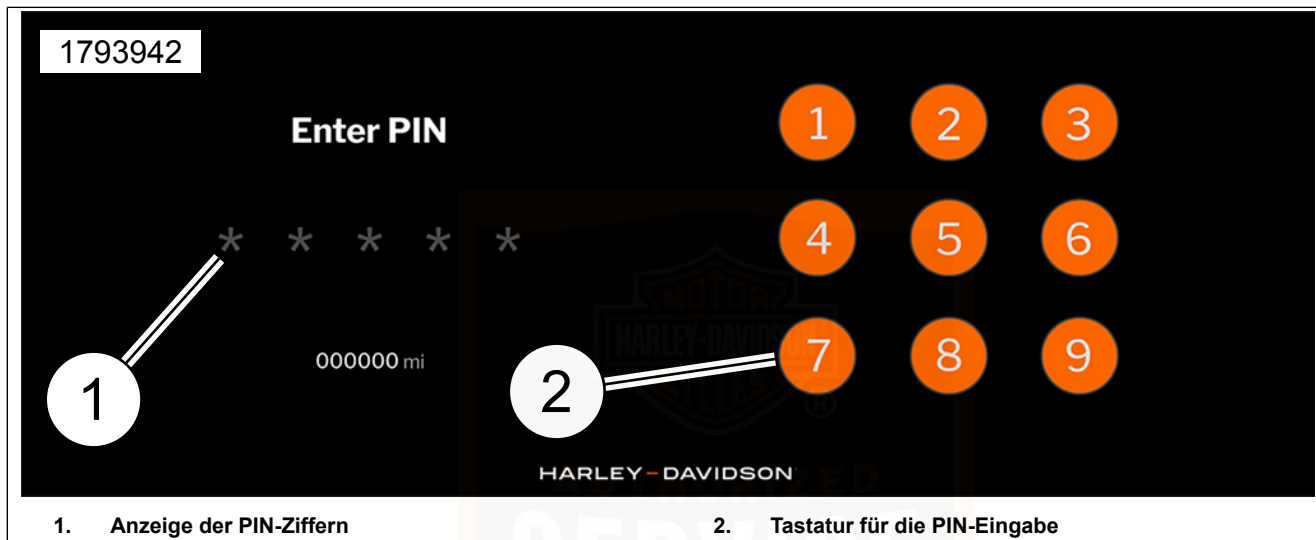

Abbildung 19. PIN-Eingabebildschirm
1. Siehe Abbildung 19. Durch Berühren des IFCU-Bildschirms werden die PIN -Anzeige (1) und das Tastenfeld (2) angezeigt.